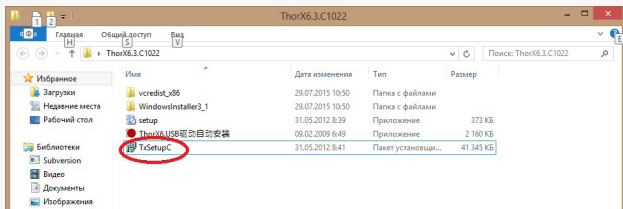

Рисунок 5
1. Запустите установку программы ThorX6, запустив файл «TxSetupC» (Рисунок 5).